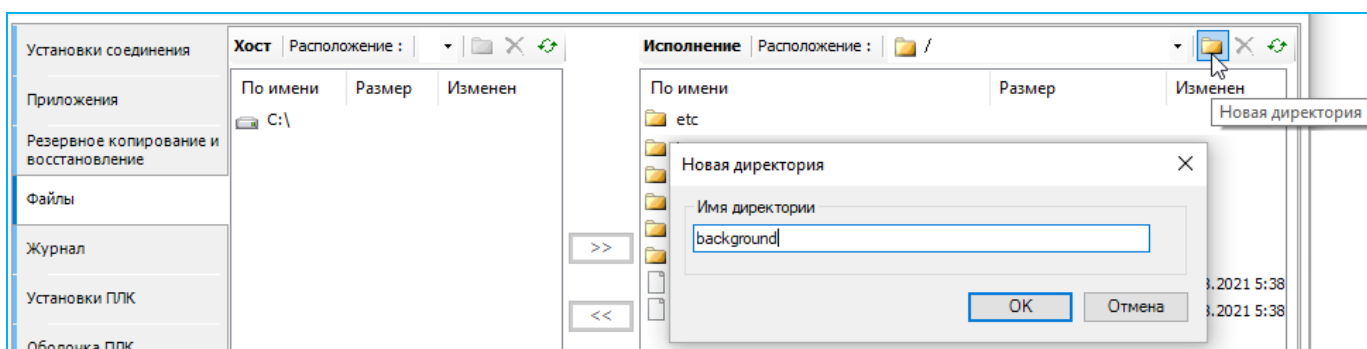

Рисунок 191 - Создание новой директории
- в Epsilon LD на главной вкладке параметров устройства перейдите на вкладку **Файлы**. В области **Исполнение** нажмите кнопку (**Обновить**). В окне отобразится дерево файлов, имеющихся на контроллере. Создайте директорию (например, папку под названием **background**, рисунок 191);